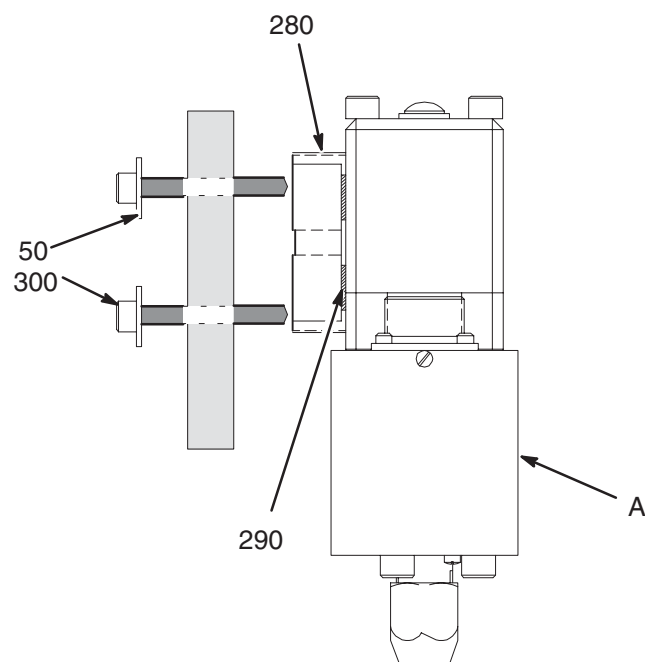

Fig. 1
Monte la válvula dispensadora automática sobre la abrazadera de montaje, en un soporte estacionario o un brazo robotizado (Fig. 1), usando dos tornillos de cabeza hueca (300) y dos arandelas planas (50). Asegúrese de colocar el bloque (280) y la cinta aislante (290) entre la válvula dispensadora y la ménsula de montaje.